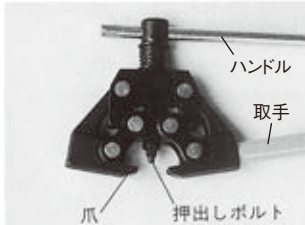

図 8. 部品の名称
- ①ハンドルと取手を同一側に揃えて両者が接触するように握り、爪を左右に開けてください。(図 8 を参照ください。)